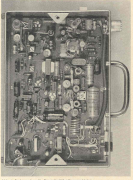

Abb. 1. Radiorezeptions-Apparat (Typ 100) mit
1.2.1. Die Schaltung des Empfängers ist in Abb. 1 dargestellt. Der Empfänger ist ein
Die Radiorezeptions-Apparate (Typ 100) sind in der Abb. 1 dargestellt. Die Hauptkomponenten sind: 1. Antenne, 2. Spule, 3. Kondensator, 4. Röhre, 5. Transformator, 6. Lautsprecher, 7. Schalter, 8. Steckdose, 9. Netzschalter, 10. Netzstecker. Die Bauelemente sind: 1. Antenne, 2. Spule, 3. Kondensator, 4. Röhre, 5. Transformator, 6. Lautsprecher, 7. Schalter, 8. Steckdose, 9. Netzschalter, 10. Netzstecker.